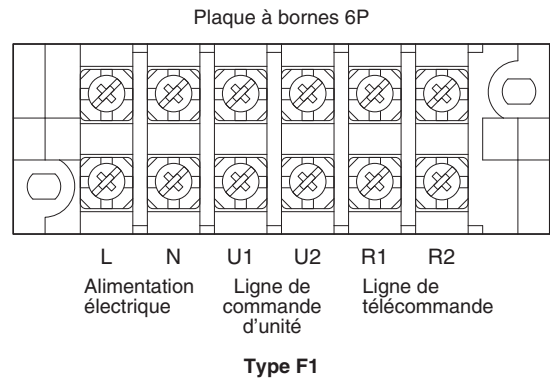

Fig. 4-2
- (1) Voir la Section "4-2. Longueur et diamètre de fil recommandés pour système d'alimentation" pour l'explication de "B", "C", "D" et "E" sur les schémas ci-dessus.
- (2) Le diagramme de connexion de base de l'unité intérieure montre les plaquettes à bornes, ainsi les plaquettes à bornes de votre équipement peuvent différer du diagramme. (Fig. 4-2)
- (3) L'adresse du circuit réfrigérant (R.C.) doit être fixée avant la mise sous tension.
- (4) Pour le paramétrage de l'adresse R.C, voir les instructions d'installation livrées avec la télécommande (en option). Le paramétrage de l'adressage automatique peut être exécuté via la télécommande. Voir les instructions d'installation livrées avec la télécommande (en option).